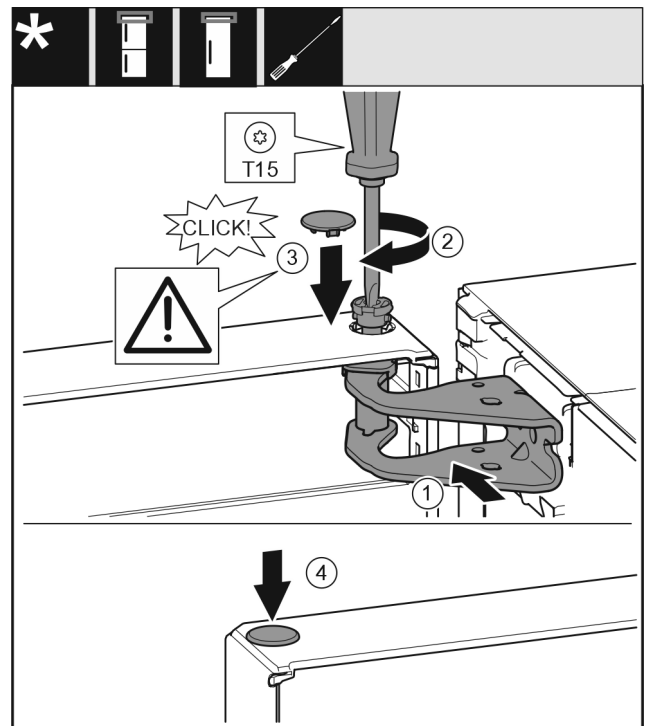

Fig. 19
- ▶ Duris viršuje išlygiuokite į atraminės gembės angą. Fig. 19 (1)
- ▶ Įstatykite varžtą ir tvirtai prisukite atsuktuvu T15. Fig. 19 (2)
- ▶ Durims užfiksuoti sumontuokite apsauginę dengiamąją plokštelę: uždėkite apsauginę dengiamąją plokštelę ir patikrinkite, ar ji priglunda prie durų. Kitu atveju įstatykite iki galo varžtą. Fig. 19 (3)
- ▶ Įstatykite kaištį. Fig. 19 (4)